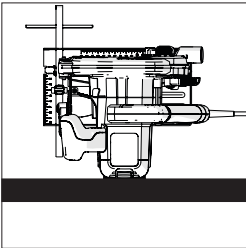

Fig. 2
**Remarque :** En prenant les précautions nécessaires, toutes les machines peuvent être posées en équilibre sur l'extrémité plate du carter moteur (Fig. 2) afin de pouvoir accéder facilement à la lame et aux fixations de la lame.